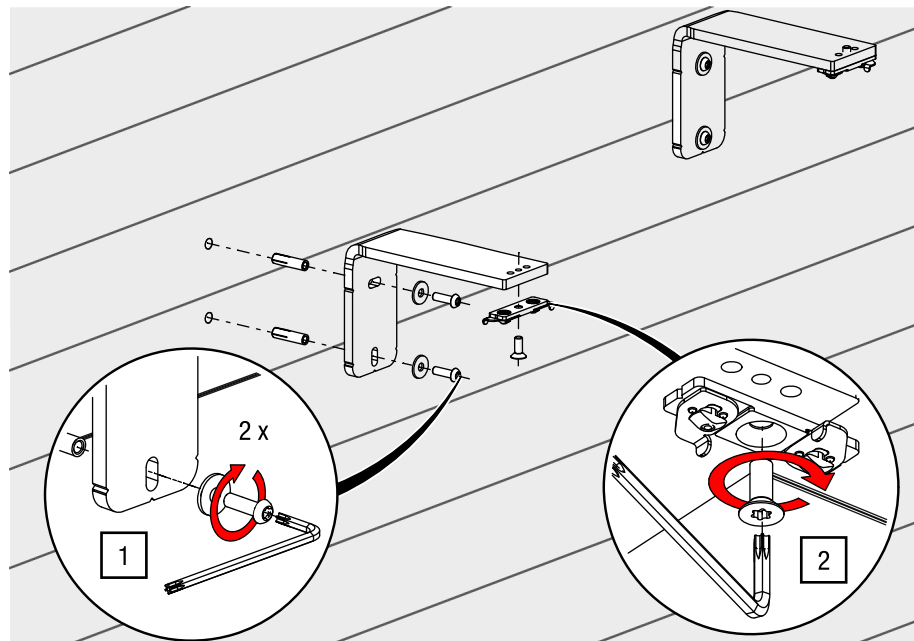

Abb. 31: Wandmontage Interior-Wandarm – Wandarm anbringen und Montageplatte verschrauben
1. Montieren Sie den Einschlaganker E M6×30 in der Wand entsprechend der Herstellerangaben und verschrauben Sie den Wandarm mit einem TORX®-Schlüssel T30 und 11 Nm (siehe Abb. 31).
2. Verschrauben Sie die Montageplatte mit dem Interior-Wandarm mit einem TORX®-Schlüssel T30 und 11 Nm (siehe Abb. 31).